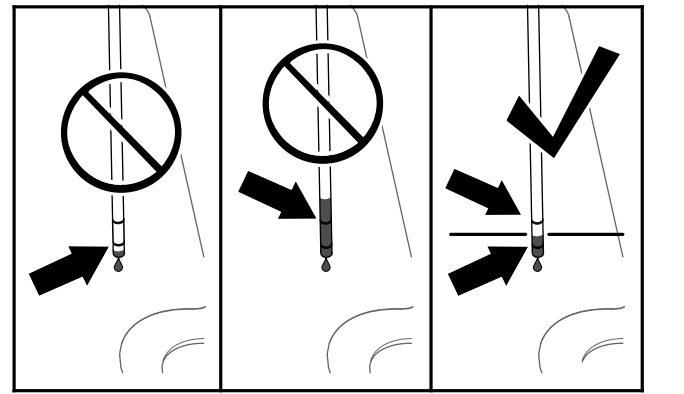

Figura 83
6. Rimuovete l'asta di livello e controllate il livello del fluido (**Figura 83**).
7. Se il livello di fluido non raggiunge la tacca inferiore sull'asta di livello, aggiungete il fluido idraulico specificato nel tubo di riempimento (**Figura 83**) fino a quando arriva a metà tra le due tacche dell'asta di livello.
8. Aggiungete il fluido idraulico specificato nel tubo di riempimento fino a quando arriva a metà tra le due tacche dell'asta di livello (Figura 83).